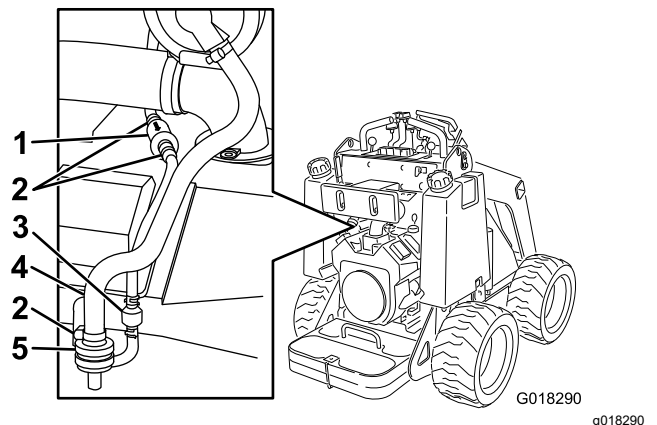

Bild 22
4. Entfernen und entsorgen Sie Luftfilter (Bild 22).
5. Installieren Sie einen neuen Filter im Schlauch und sichern Sie ihn mit einer Schlauchklemme (Bild 22).
3. Lösen Sie die Schlauchklemme über dem Aktivkohle-Luftfilter (Bild 22).
3. Schieben Sie die gefederten Schlauchklemmen an beiden Seiten des Aktivkohlefilters der Entleerungsleitung vom Filter weg (Bild 22).
4. Entfernen und entsorgen Sie den Entleerungsleitungsfilter (Bild 22).
5. Setzen Sie einen neuen Filter in den Schlauch ein; der Pfeil am Filter sollte zum Sperrventil zeigen; befestigen Sie ihn mit den Schlauchklemmen (Bild 22).